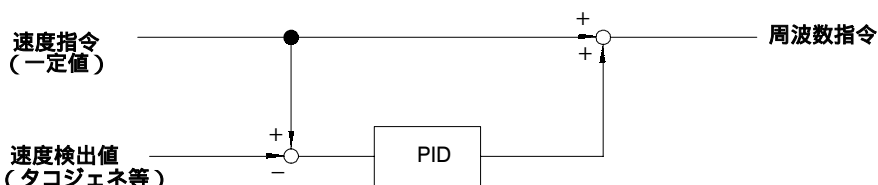

図 7.25 設定値 3, 4 の応用例
- 図 7.25 に設定値 3, 4 での速度制御の応用例を示します。(SPEC: F 対応)